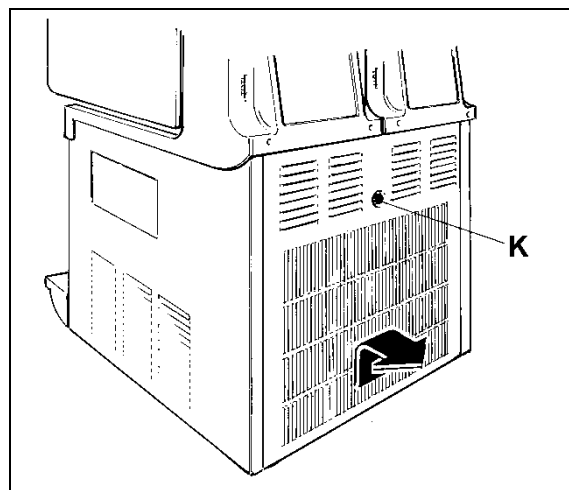

Fig. 28
- Afloje la manilla K de modo a poder retirar el panel posterior X (véase fig.28).